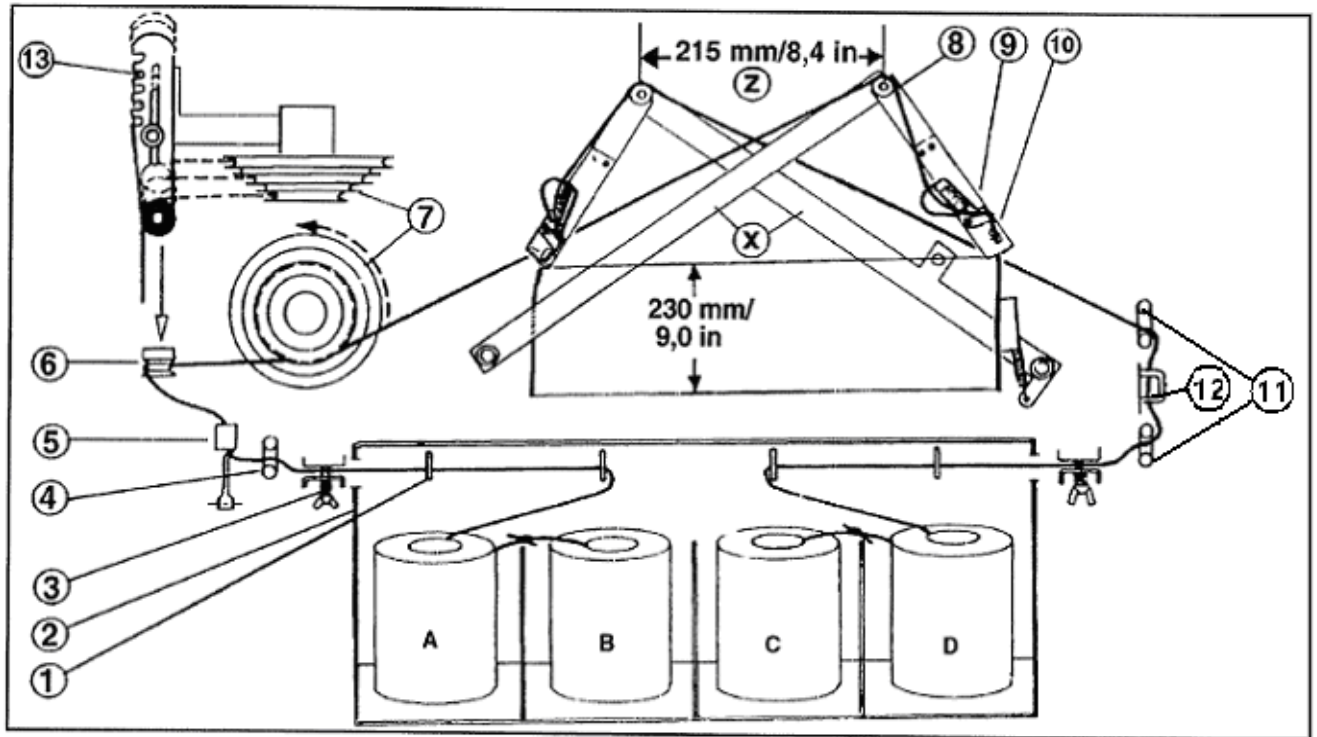

Рис. 17 Схема заправки шпагата.
4 мотка шпагата положить рядом друг с другом по вертикали в лоток. Конец шпагата из мотка (А) вынуть из упаковки вверх и связать с началом шпагата мотка (В). Моток (С) соединить таким же образом с мотком D (рис. 17)
Перед заправкой шпагата, следует обратить внимание на то, чтобы балки (х) находились в исходном положении (как показано на рисунке), расстояние (z) должно составлять около 215 мм. Оно регулируется путем вращения ступенчатого диска (7) в направлении, указанном стрелкой. Аппарат обматывания находится в исходном положении, если балки при вращении ступенчатого диска (по стрелке) двигаются вверх (рис. 17).
Шпагат заправлять, как показано на рис. 17, который также есть на машине в виде наклейки.
Связывающий шпагат мотка (D) таким же образом следует заправить с другой стороны машины, но не обматывать его вокруг какого-либо ступенчатого диска и вместо позиций (5) и (6) заправить его в позиции (11) и (12) (рис. 17).